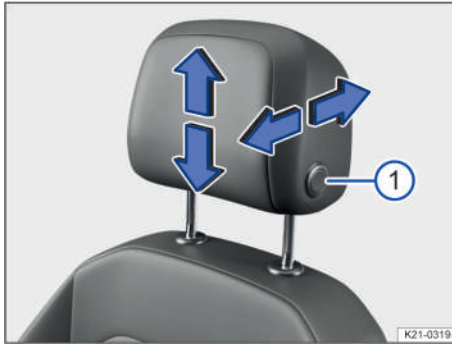

Fig. 102 Ajuste de los apoyacabezas delanteros con posibilidad de ajuste longitudinal (representación esquemática).
1. Desplace el apoyacabezas hacia delante o, a la vez que presiona la tecla → fig. 102 ①, hacia atrás en el sentido de la flecha correspondiente.